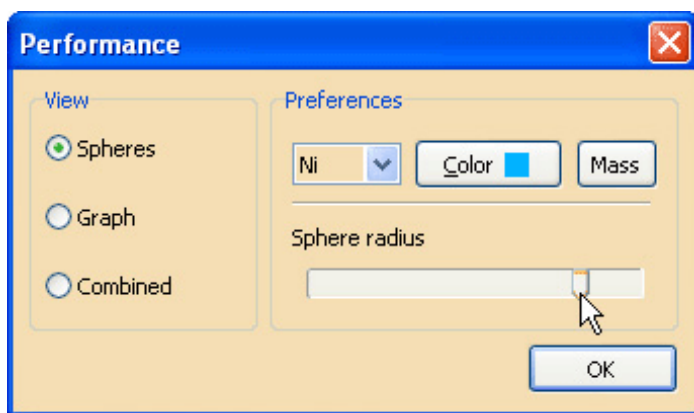

Рис. 19. Окно «*Performance*» и установка шарового представления модели
- Смените способ представления структуры с графового на шаровое. Для этого из меню *View* вызовите команду *Performance...* и в появившемся одноименном окне выставьте настройки, как показано на рис. 19. Ползунком *Sphere radius* задайте максимальный радиус атомов-сфер.